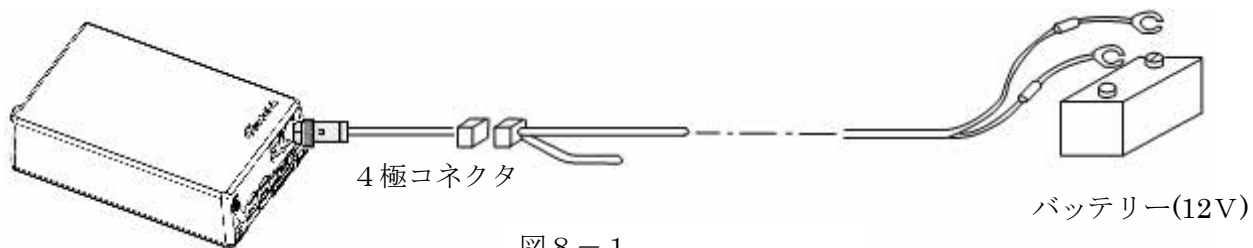

図8-1
- (1) 電源線はバッテリーから無線機まで定められた材料を使用して配線する。
- (2) 電源線はクワ形端子をバッテリー側に、4極コネクタ側を無線機側にする。
- (図8-1参照)